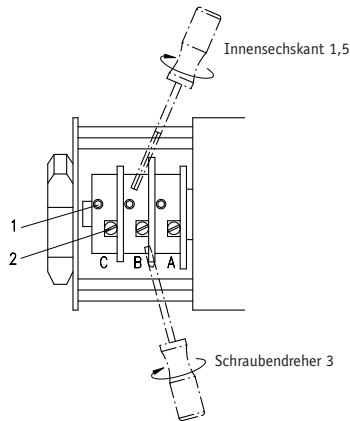

Abb. 10: Einstellung der Nockenschalter
- Die Feineinstellung der Nockenscheibe erfolgt durch drehen der Feineinstellschraube (2) mittels Schraubendreher Größe 3 (siehe Abb. 10).